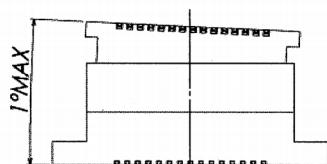
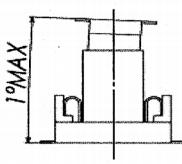
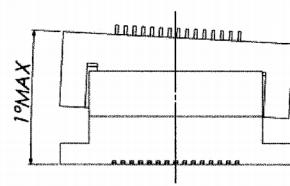
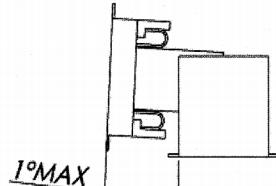

図7/Fig7
図8/Fig8
図9/Fig9
図10/Fig10
- ・嵌合時の許容角度は図7~図8、図9~図10になりますので、記載角度以下で使用して下さい。
・Please mate below the angle of the figure 7~8 or 9~10.